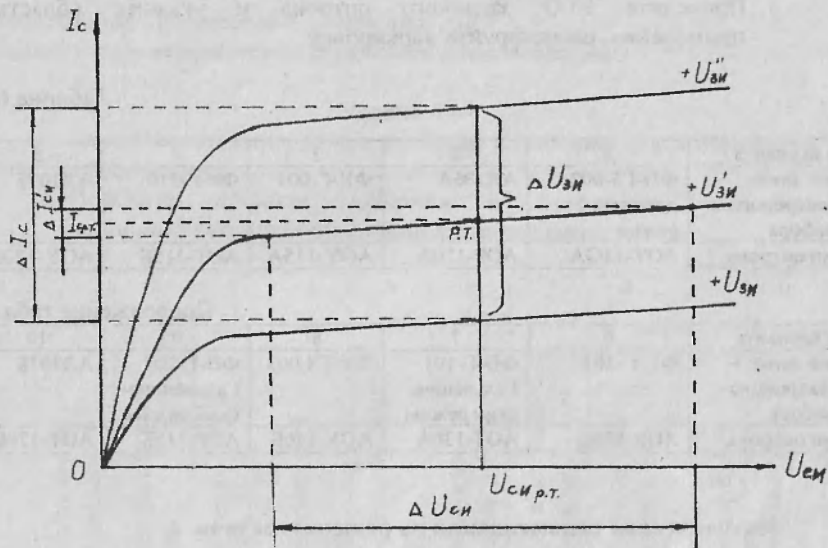

Рис.2. Стоковые характеристики полевого транзистора
3.3. Приведите обозначение, название и поясните физический смысл статических параметров полевого транзистора, а также расчетные формулы этих параметров [3, 39-40]. На графике стоковых характеристик укажите принцип графического расчета параметров. На рис.2 приведен пример такого расчета. Рабочую точку выберите произвольно в середине линейной части одной из стоковых характеристик.